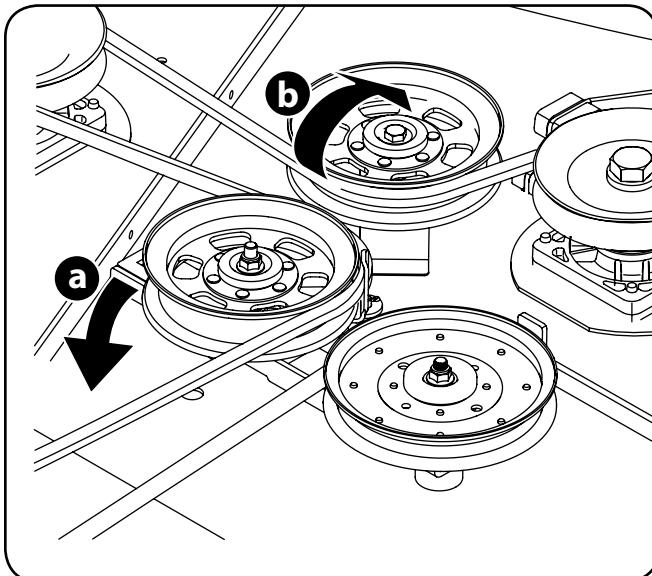

Figura 34
- Desde la parte media del tractor, haga girar el soporte de polea loca y la polea loca móvil hacia atrás, separándolos de la parte posterior de la correa en 'V' (a) a una distancia suficiente que permita levantar la correa, por encima de la polea loca (b). Vea la Figura 34.